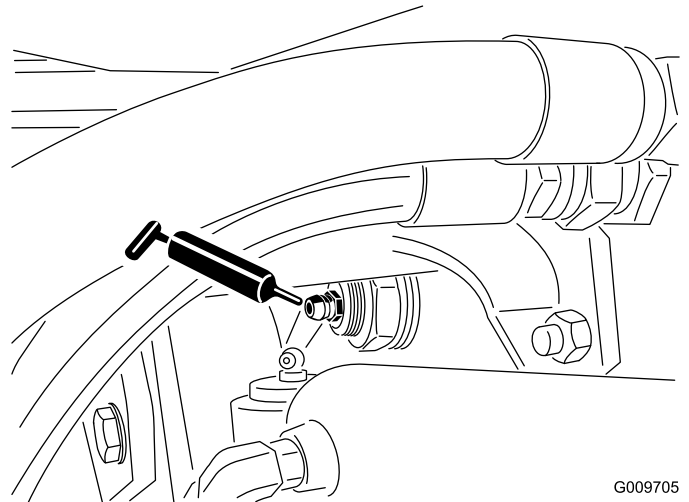

Figura 22
- Casquillos del pivote del eje trasero (2) (Figura 22)